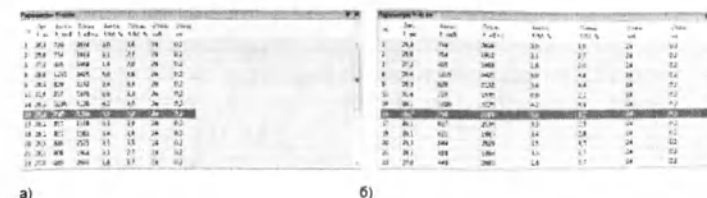

Рис. 2.39
- переключать компоновку таблиц между режимами с автоподбором ширины (рис. 2.39, а) и с заполнением всего окна анализа (рис. 2.39, б);